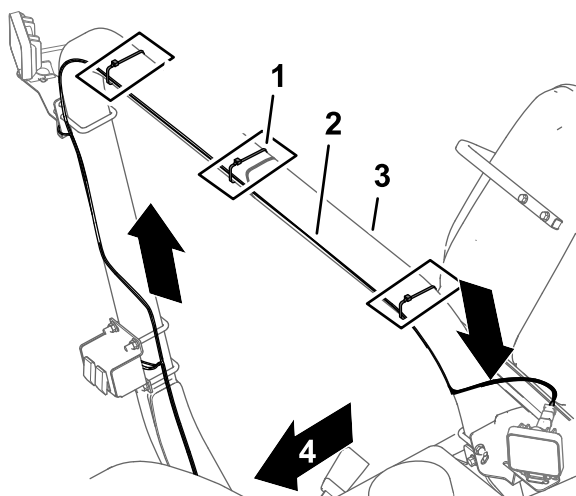
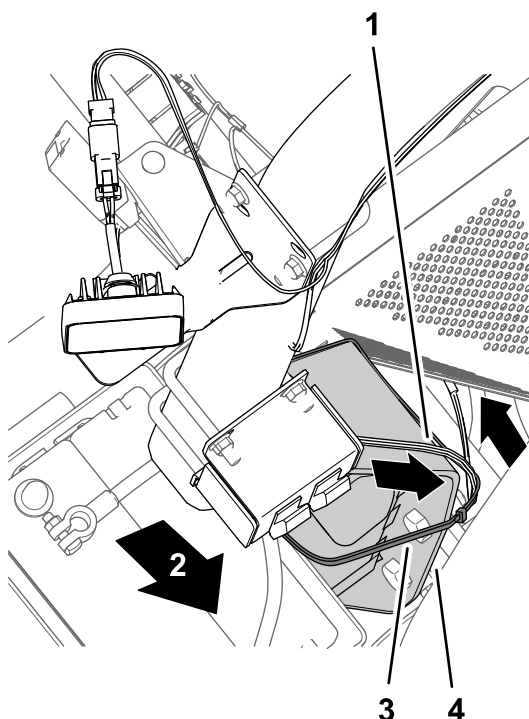
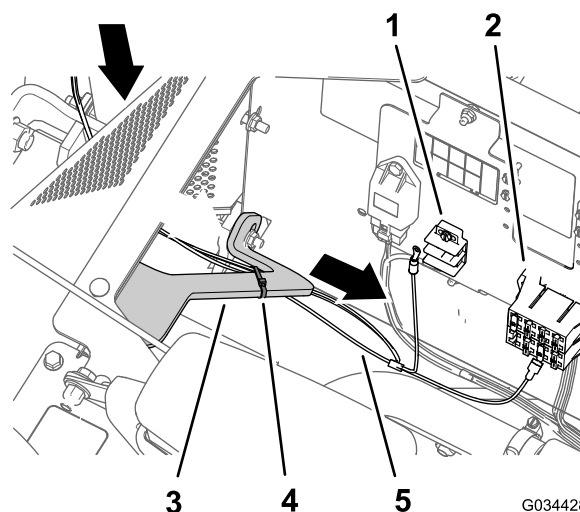

図 13
図 14
図 15
1. 図 13 に示すように、スイッチから、2ソケットコネクタがついている枝線を上に延ばして、ROPS の水平部材の裏側を這わせるように配設する。
2. 図 14 と図 15 に示すように、スイッチから、ソケット端子とリング端子のついている枝線を下に延ばして、機体前方へ配設する。
注 後部作業用ライトキットのワイヤハーネスを、車両のワイヤハーネスに沿って配設する 図 15。
3. ケーブルタイを使って、ワイヤハーネスを ROPS チューブとシートベースのサポートに 図 13、図 14、図 15 に示すように固定する。
注 ハーネスの余分は束ねてまとめ、座席ベース用サポートにケーブルタイで図 15 のように固定する。